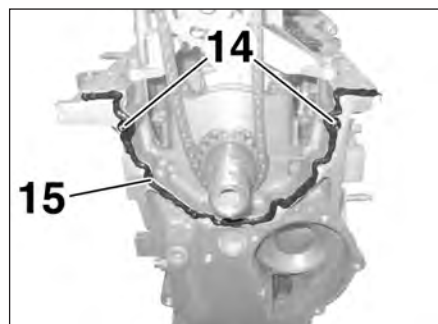
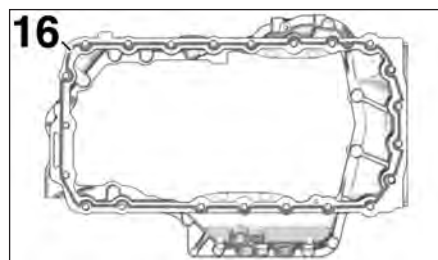

FIG.18
FIG.19
- Contrôler la présence des goupilles de centrage (14) (Fig.18).
- Appliquer un cordon de pâte d'étanchéité (15) d'un diamètre 4 mm sur le bloc-moteur pour le remontage de la plaque de fermeture de vilebrequin côté distribution.
- Appliquer un cordon de pâte d'étanchéité (16) sur le carter supérieur (Fig.19).